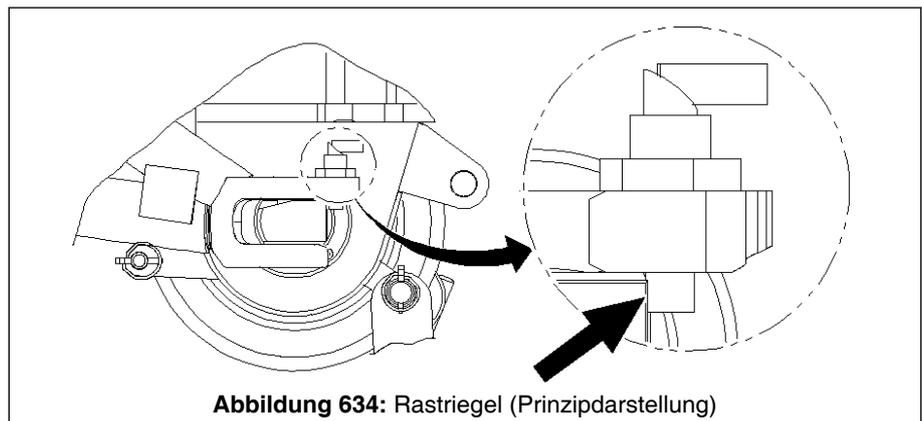

Abbildung 634: Rastriegel (Prinzipdarstellung)
- ⇒ Im eingerasteten Zustand liegt der Rastriegel an der Rückseite der Befestigungsachse an (siehe Pfeil in ↖ Abb. 634, Seite 756).